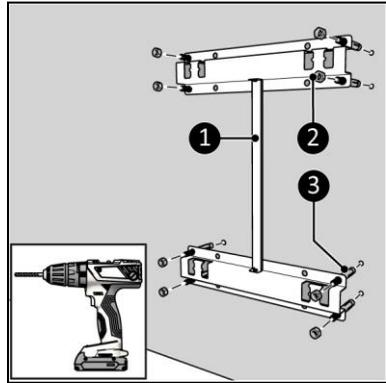

Abbildung 8
1. Platzieren Sie die Halterung mit den Halterungsöffnungen nach oben an die Wand und markieren Sie die acht Löcher (Abbildung 8).
3. Setzen Sie die Ankerschrauben ein (Abbildung 8, Pos. 3).
4. Befestigen Sie die Wandhalterung (Abbildung 8, Pos. 1) mit den acht Muttern (Abbildung 8, Pos. 2) an der Wand.